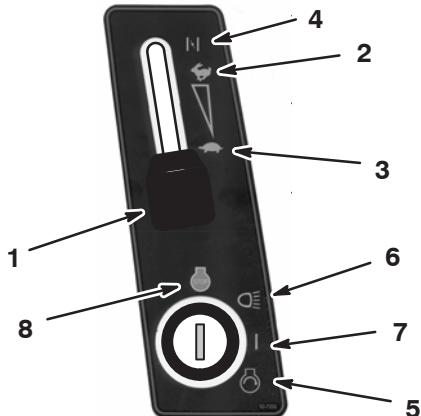

Bild 11
6. Stellen Sie den Gashebel auf Langsam (Bild 11).
7. Drehen Sie den Zündschlüssel im Uhrzeigersinn und halten ihn auf Start (Bild 11). Lassen Sie den Schlüssel sofort los, wenn der Motor anspringt.
8. Schieben Sie den Gashebel, sobald der Motor angesprungen ist, langsam auf Schnell (Bild 11).
1. Stellen Sie den Gashebel auf Langsam (Bild 11).
2. Drehen Sie den Zündschlüssel auf „Aus“ (Bild 11).